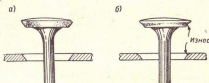

Рис. 199. Рабочие фаски клапана и седла:
1. Рабочие фаски покрыты небольшими раковинами, но их правильная коническая форма сохранилась (рис. 199, а).
2. Рабочие фаски покрыты глубокими раковинами, а на конической поверхности клапана образовалась ступенчатая фаска и фаска седла закруглилась (рис. 199, б).